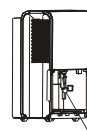
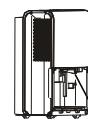

Fig.7
Fig.8
- Jeżeli wąż pompy spadnie przy wyjmowaniu zbiornika (patrz Rys.7), należy go zainstalować przed jego wstawieniem (patrz Rys.8). Jeżeli po wyjęciu zbiornika w urządzeniu znajduje się woda należy je osuszyć.